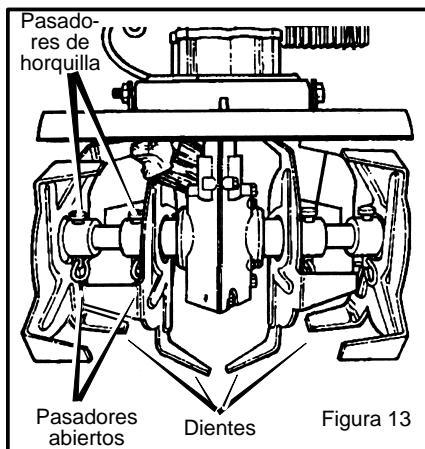

Figura 13
3. Usando guantes de protección, retire los **pasadores abiertos** y los **pasadores de horquilla** que sujetan las unidades de dientes al eje (Figura 13). Desmonte los **dientes** de un lado de la unidad.
4. Monte el diente externo en el eje y sujetelo con el **pasador de horquilla** y el **pasador abierto** (Figura 13).